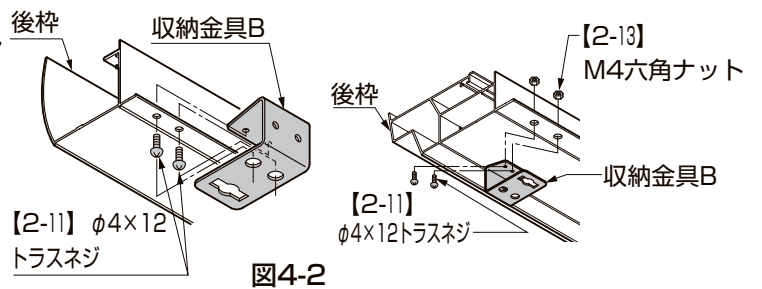

図4-2
- ②収納金具Bを【2-11】(および【2-13】)で後枠に取付けてください。(図4-2参照)
(2) テールポートシグマⅢの場合